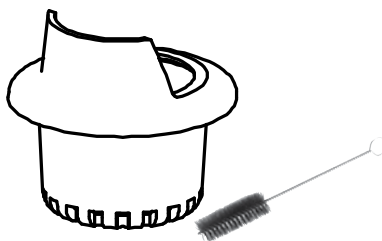

Fig. 31
- Se necessario, pulire i fori ostruiti con un oggetto appuntito (vedere Fig. 31)